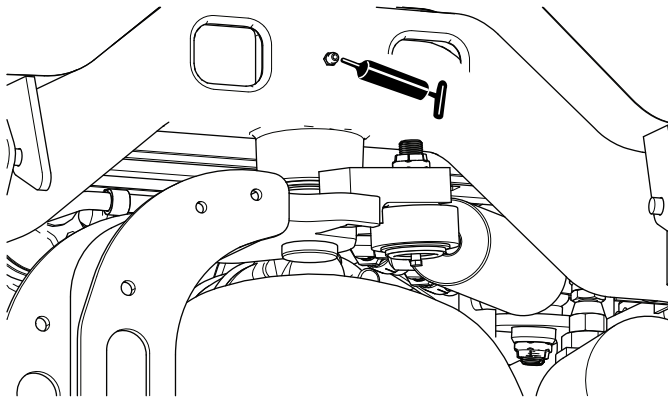

Figure 53
- Pivot de direction (Figure 53)